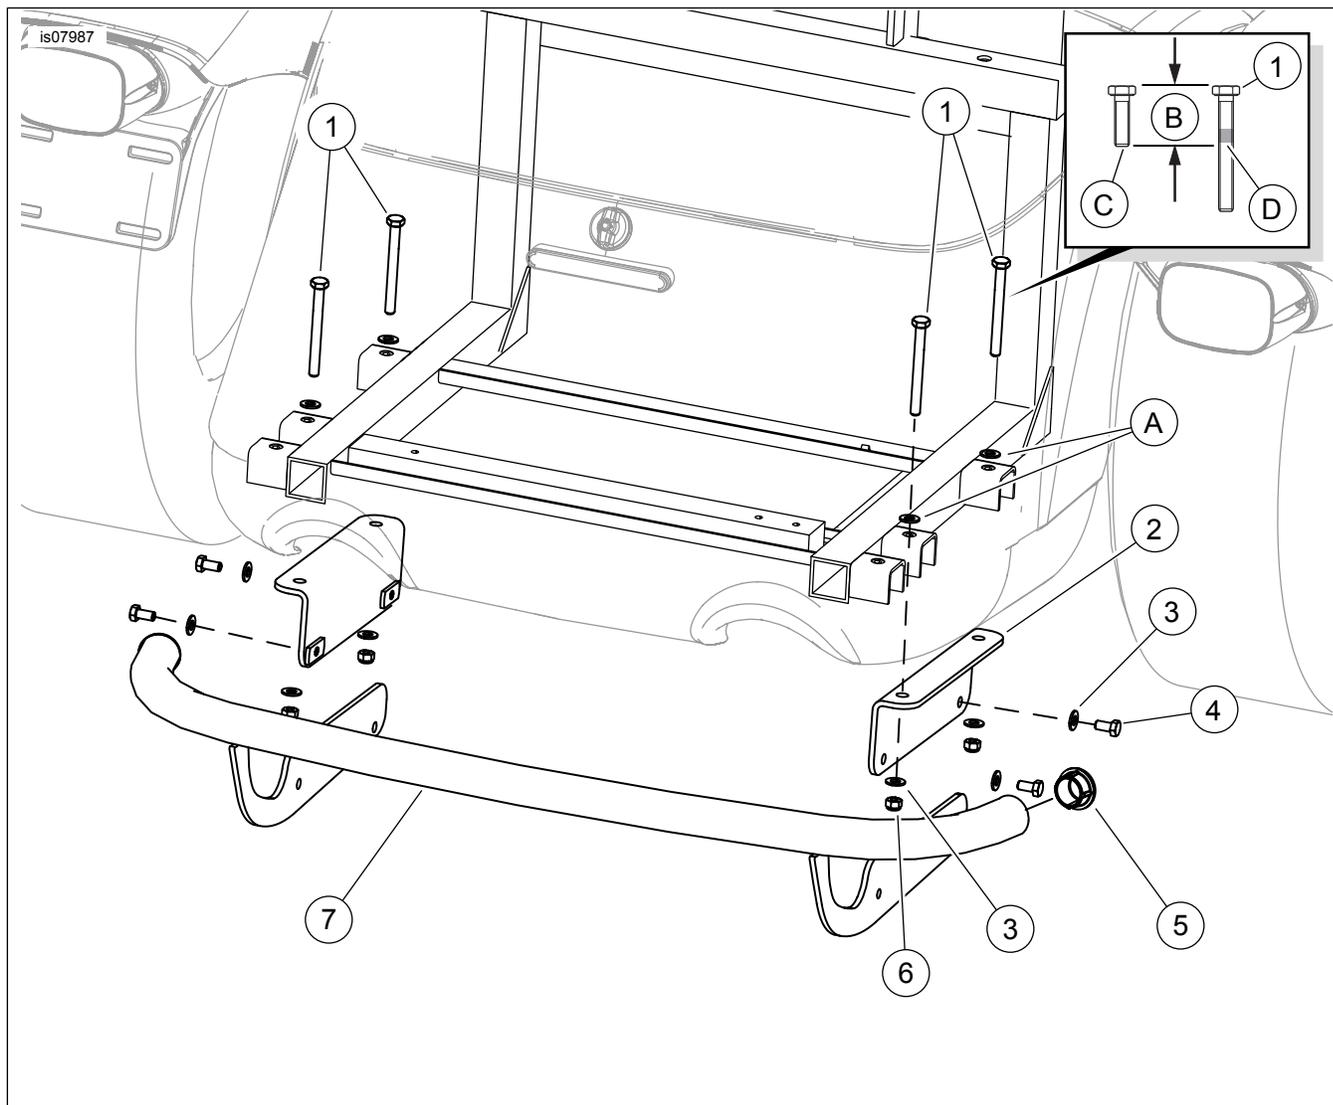

Figura 1. Contenuto del kit: Protezione posteriore Trike
1. Vedere la figura 1. Individuare le quattro viti con rondelle (A) sulla base del vano portaoggetti che fissano la carrozzeria al telaio posteriore. Lasciando la rondella in posizione, rimuovere una delle viti. Conservare la vite per il passaggio successivo, quindi eliminarla.
2. Applicare il frenafiletto alle viti lunghe (1).